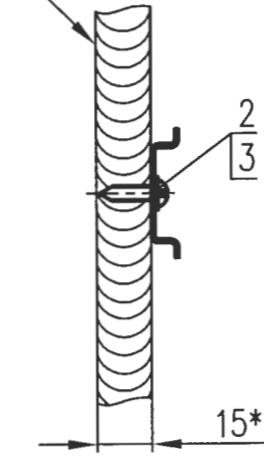

Рис. 5
- по рис. 5 в текстолитовой стене выполнить 2 отв. $\phi 4,2$ мм;